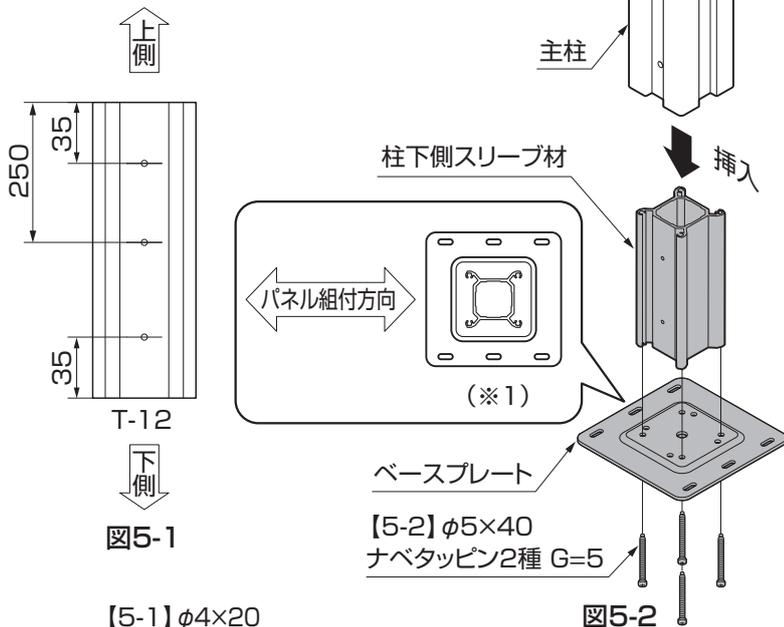

図5-1
- T-12柱スリーブ材には上下の区別があります。(図5-1参照)
- ①ベースプレートの裏側から柱下側スリーブ材を、【5-2】で4ヶ所ベースプレートの向きに注意して固定してください。